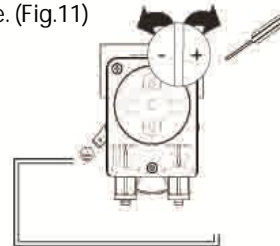

Fig.11
- 2- Ouvrir en vissant en sens horaire jusqu'à le réglage va joindre la quantité nécessaire. (Fig.11)